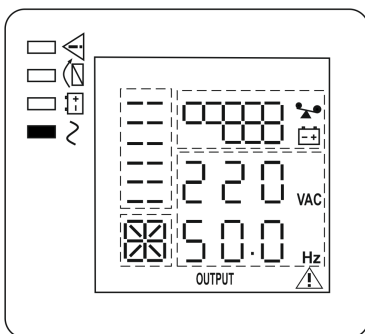

Рисунок 9. Состояние ЖК-дисплея и индикаторов в режиме «ОСНОВНОЙ»
4. Включить источник в соответствии с п.1 таблицы 3. Источник выполнит автоматическое самотестирование, определит качество входного сетевого напряжения, уровень нагрузки, наличие АКБ и степень ее заряда. Процесс самотестирования сопровождается последовательным включением/выключением всех индикаторов. После самотестирования источник перейдет в режим «ОСНОВНОЙ» (см. рисунок 9) и продолжит заряд АКБ. Индикатор «BYPASS» погаснет, а индикатор «ИНВЕРТОР» включится (см. рисунок 9).
5. Включить нагрузки. Если нагрузок много, необходимо включать их последовательно, одну за другой, на ЖК-дисплее отобразится уровень нагрузки (см. рисунок 9).
Вновь подать сетевое напряжение. Источник должен автоматически перейти в режим «ОСНОВНОЙ» (см. рис.9), либо в режим «ЭКО», если параметр ECO включён (см. Приложение 2, описание настройки параметров источника).